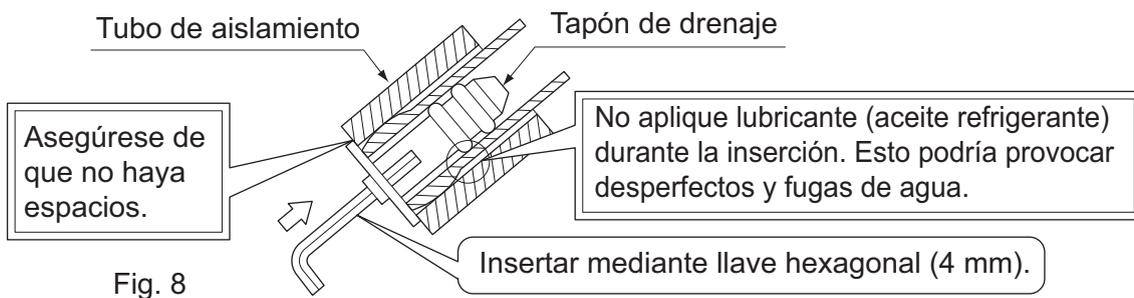

Fig. 8
**(Consulte la Fig. 8)**
- Conecte la tubería de refrigerante local con anticipación, haciéndola coincidir con las marcas del tubo de líquido y de gas grabadas en la placa de instalación (1).
- (1) Retire el tapón de desagüe y la tubería aislante.
- (2) Retire la manguera de desagüe y cambie del lado izquierdo.
- (3) Reponga el tapón de desagüe y la tubería aislante del lado correcto.